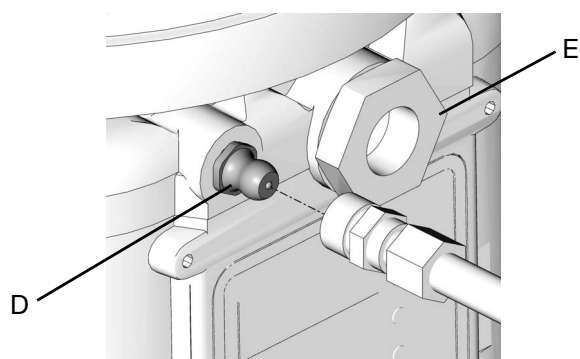

図 23
1. ホースをZerkインレット充填取り付け金具 (D) (図 23) に接続します。
1. 充填ホースをインレット取り付け金具 (D) (図 23 に接続します)。